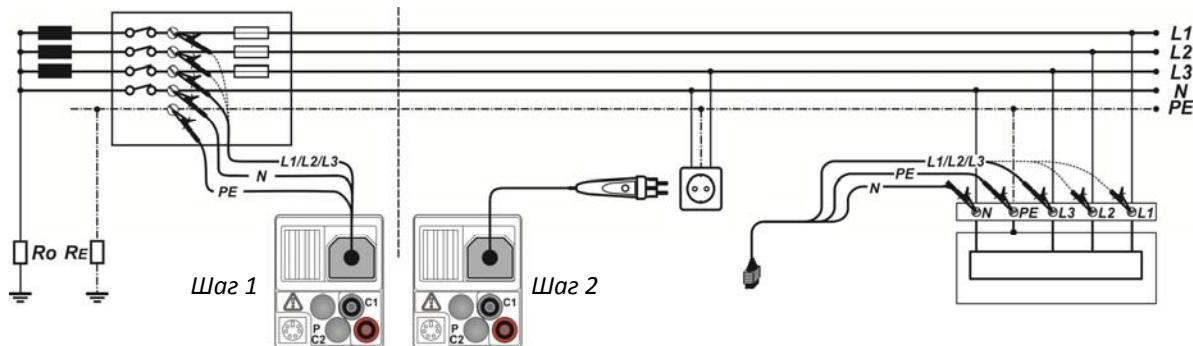

Рисунок 6.4: Настройка автоматической последовательности
- Подключите** испытательную проводу (выводы) к входу электрической установки (см. Рисунок 6.4: Настройка автоматической последовательности)
- Подключите** измерительную проводку (выводы) к тестируемому элементу (см. Рисунок 6.4: Настройка автоматической последовательности